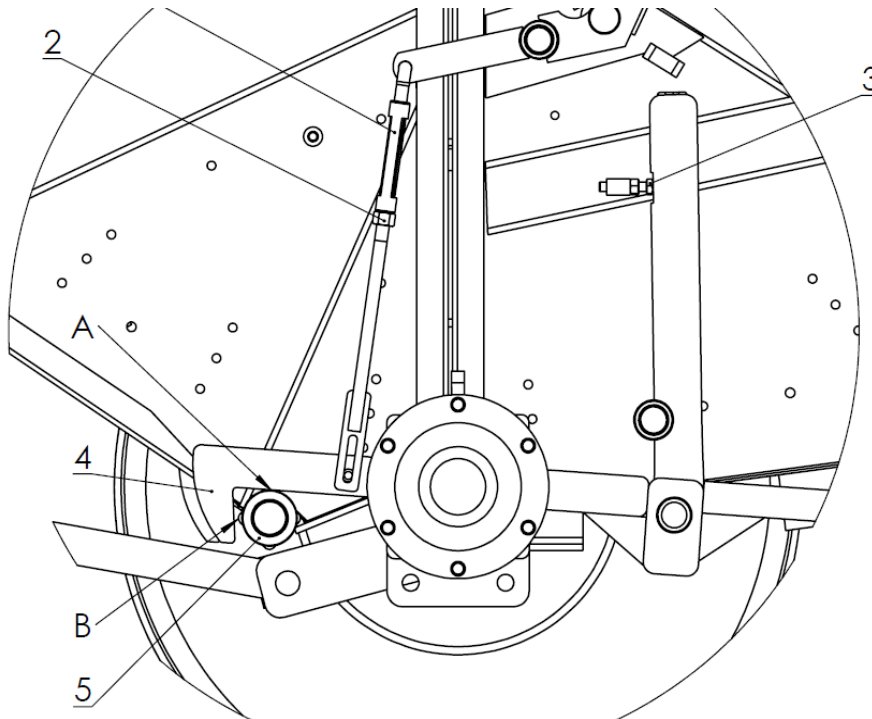

Abbildung 19. Einstellung der Verriegelung
Zum Einstellen der Verriegelung (Abb. 19) lösen Sie die Kontermutter (2). Mit der Einstellmutter (1) stellen Sie den Abstand A von 0 mm bis 2 mm ein. Ziehen Sie die Kontermutter (2) fest. Lösen Sie die Kontermutter der Einstellschraube (3) an der rechten Seite der Ballenpresse. Mit der Einstellschraube (3) stellen Sie den Abstand B von 2 mm bis 5 mm ein. Überprüfen Sie die korrekte Funktion der Verriegelung. Schalten Sie das Hydrauliksystem ein, indem Sie das Öl zu den Zylindern zum Öffnen der Heckklappe leiten, bis sie sich zu